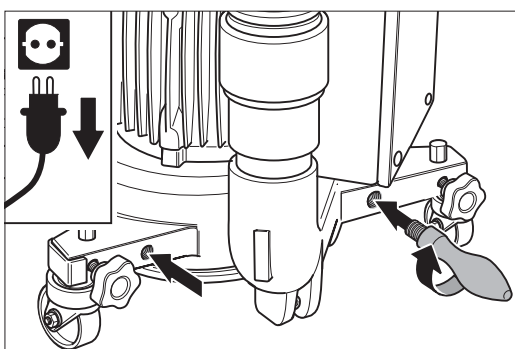

Abb. 30: Der Ballengriff kann auch am Ventilatorgehäuse eingeschraubt werden.
- 4 Schrauben Sie den Ballengriff rechts oder links in das Ventilatorgehäuse und ziehen Sie den Griff handfest an (Abb. 30).